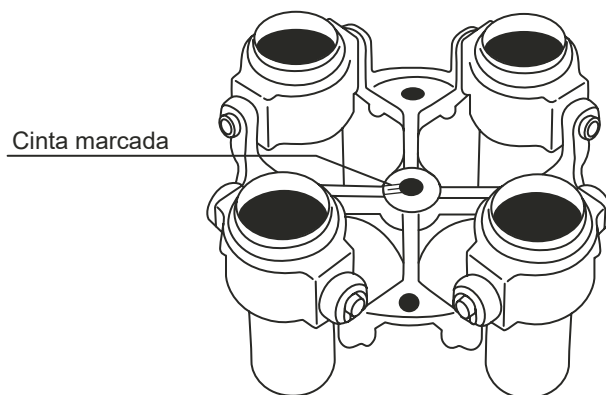

Figura 19. Colocación de la cinta en el rotor
- 4. Pegue la cinta.** Pegue la cinta blanca en la parte central del rotor de tal forma que la línea negra apunte hacia el centro del tornillo, así como se muestra en la Figura 19.